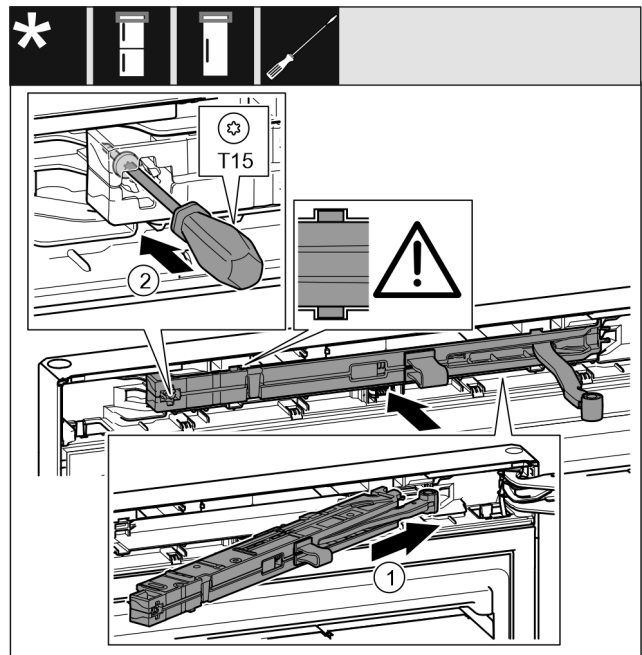

Fig. 49
- ▶ Skub lukkedæmperenheden på hængselkonsolsiden skråt ind i åbningen indtil anslag. Fig. 49 (1)
- ▶ Stram skruen med en skruetrækker T15. Fig. 49 (2)